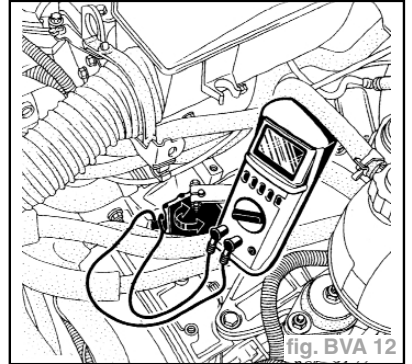

fig. BVA 12
- Mettre le multimètre en position ohmmètre (fig. BVA 12).